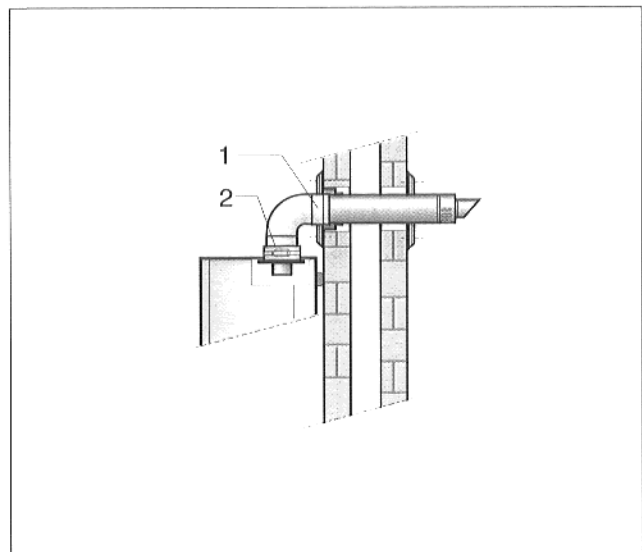

Abb. 19 Montage Schornsteinanschluß
- Konzentrischen Bogen in den Schornsteinanschluß einschieben (Abb. 19, Pos. 1).
- Abgasadapter festschrauben (Abb. 19, Pos. 2).